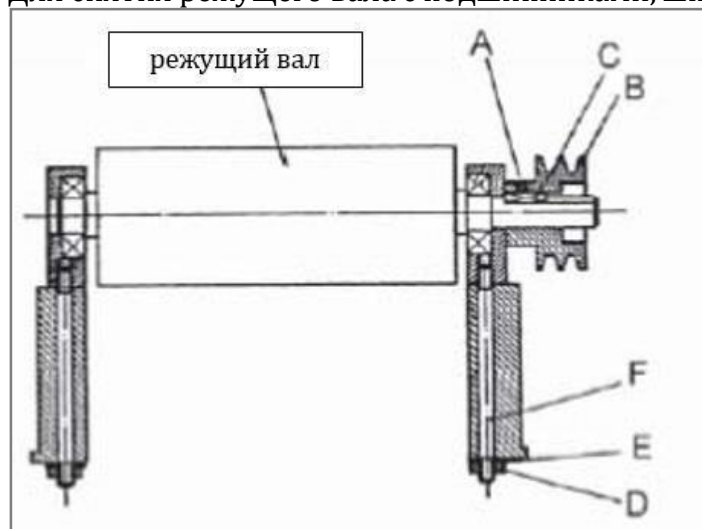

Рис. 35
4. Ослабить установочный винт (Рис. 35, А) шестигранным ключом и снять шкив режущего вала (Рис. 35, В) и шпонку (Рис. 35, С).
5. Отвернуть гайки (Рис. 35, D) и снять пружинные шайбы (Рис. 35, E).
6. Поставить узел прямо. Шпильки (Рис. 35, F) будут все еще ввернуты в корпуса подшипников.